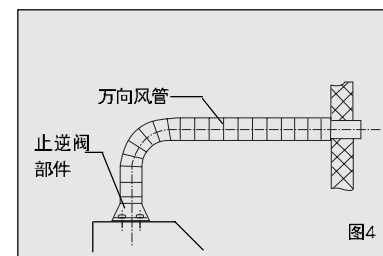

图 4
2、将万向风管插入止逆阀座的槽内，并用 2 只 ST3X8 的螺钉紧固于止逆阀部件上（见图 4）。
- 3、将万向风管按图 4 所示引出室外或其它地方。